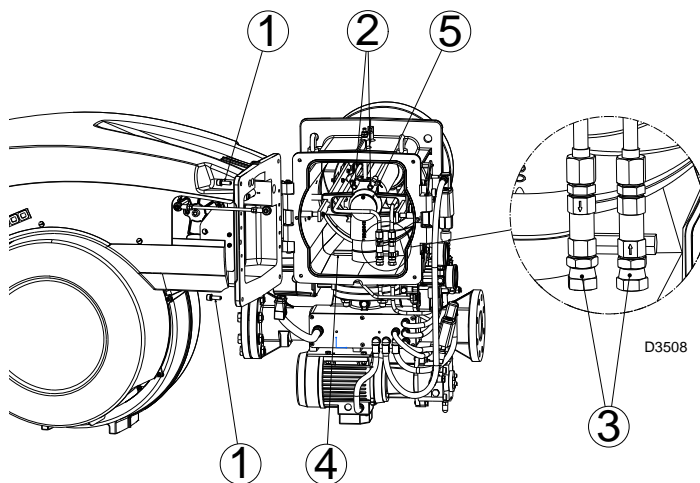

Fig. 14
#### Modèle RLS 300 - 400 - 500/E (Fig. 14)
- ouvrir le brûleur sur la charnière (Fig. 14) après avoir retiré les 4 vis 1);